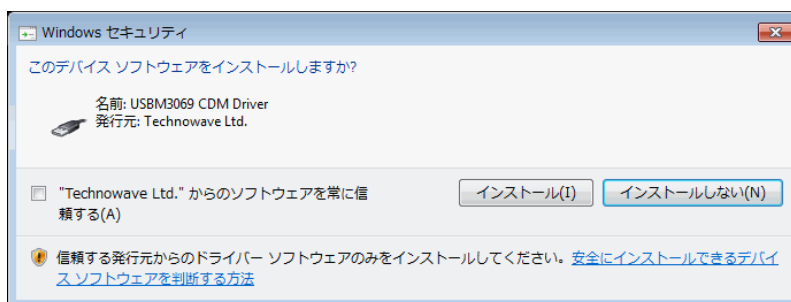

図 10 Windows 7 のドライバインストール画面 (2)
- ② インストールプログラムが起動しますので、画面の指示に従ってインストールを行います。
- ③ インストールが開始されると、図 10 のような画面が表示されますので、[インストール]を選択します。